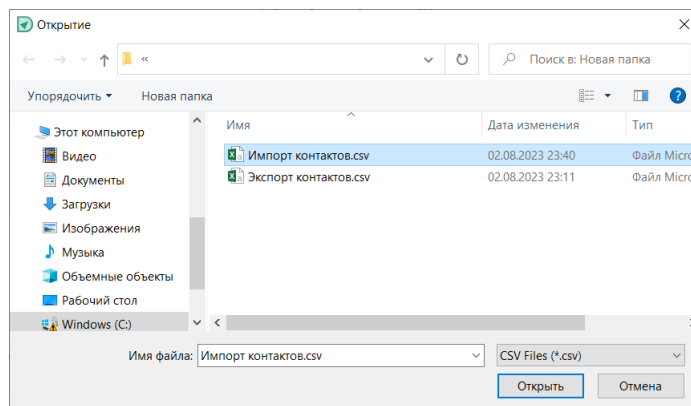

Рис. 263 Выбор файла для импорта контактов
2. Выбрать в окне проводника нужный файл с описанием контактов и нажать «Открыть», см. Рис. 263.